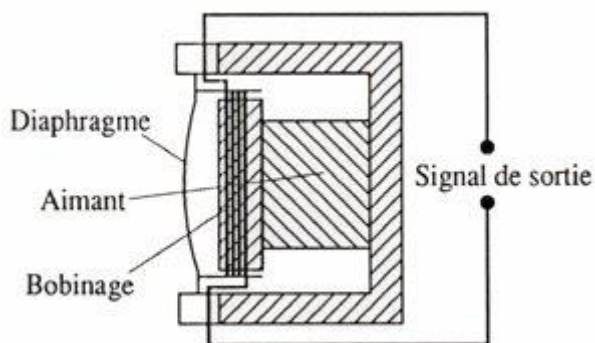

Figure 4 : Principe du microphone dynamique.
- **Le microphone « dynamique »** est constitué d'une bobine mobile fixée sur une membrane (figure 4). Les variations de pression de l'air font bouger la membrane sur laquelle est montée la bobine. De cette dernière va naître une tension induite en se déplaçant dans l'entrefer d'un aimant fixe. C'est le fonctionnement inverse d'un haut-parleur. Le microphone à ruban, utilisé en studio, est basé sur le même principe : c'est un ruban de cuivre qui fait office de bobine mobile dans le champ d'un aimant.